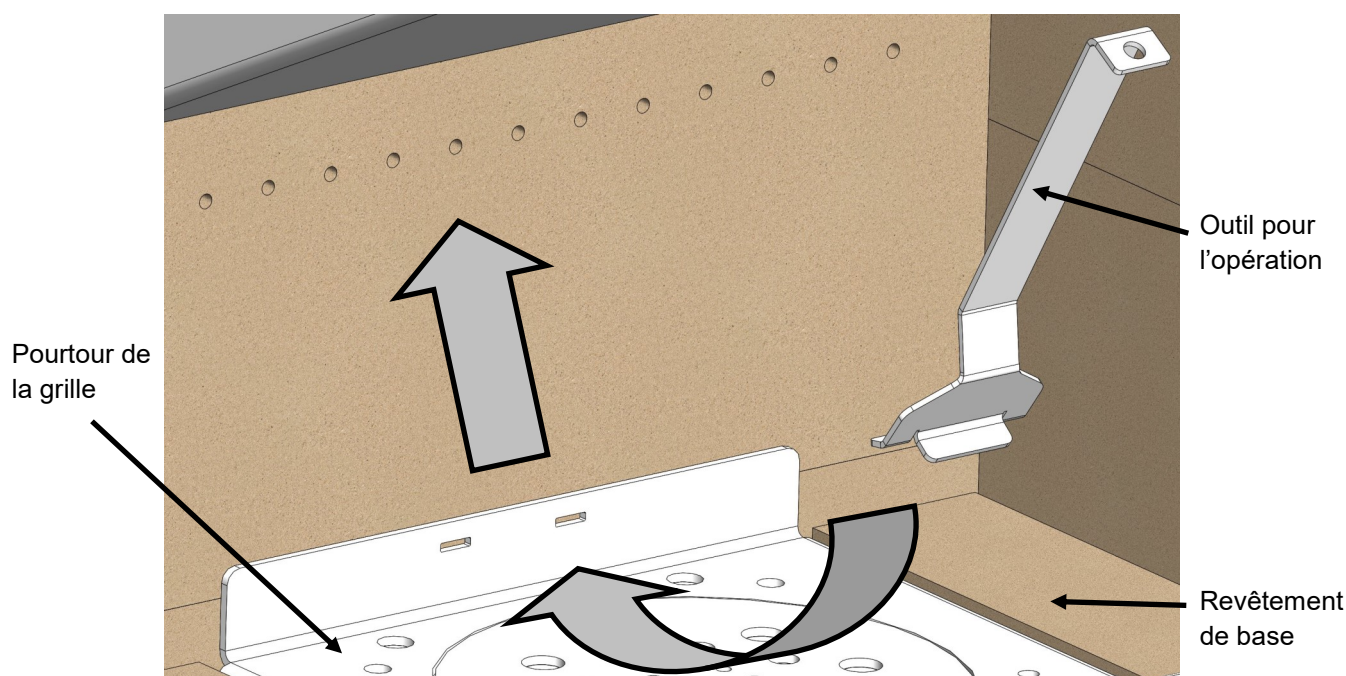

Figure 1. Démontage du pourtour de la grille
Étape 2 : Prenez l'outil et insérez l'extrémité de la fourche dans les fentes situées à l'arrière de la grille. Soulevez le cadre de la grille et retirez-le de la chambre de combustion. Voir figure 1.